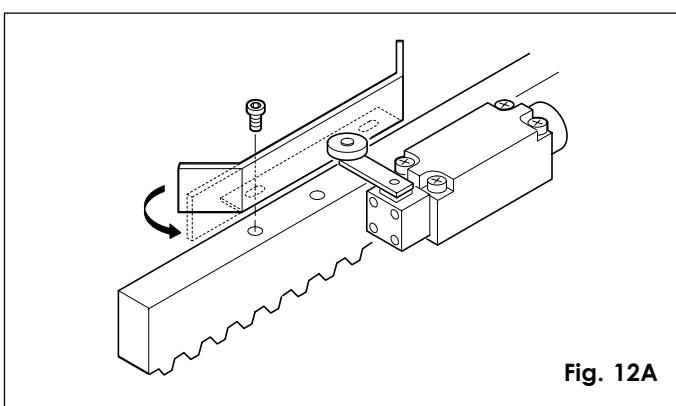

Fig. 12A
El actuador está dotado de un final de carrera mecánico con palanca y rodillo, que interrumpe el movimiento de la cancela en el momento en que una placa conformada, fijada a la parte superior de la cremallera, acciona la palanca y activa el microinterruptor (fig. 12A).
**Nota:** las placas también pueden fijarse con tornillos (fig. 12A). La ranura de fijación permite ajustar la posición del final de carrera.
- a) La placa debe activar el final de carrera por la parte conformada, como muestra la fig. 12A.
- b) Para evitar que la placa rebese el final de carrera, se aconseja enderezar la parte conformada final como se ilustra en la fig. 12A.